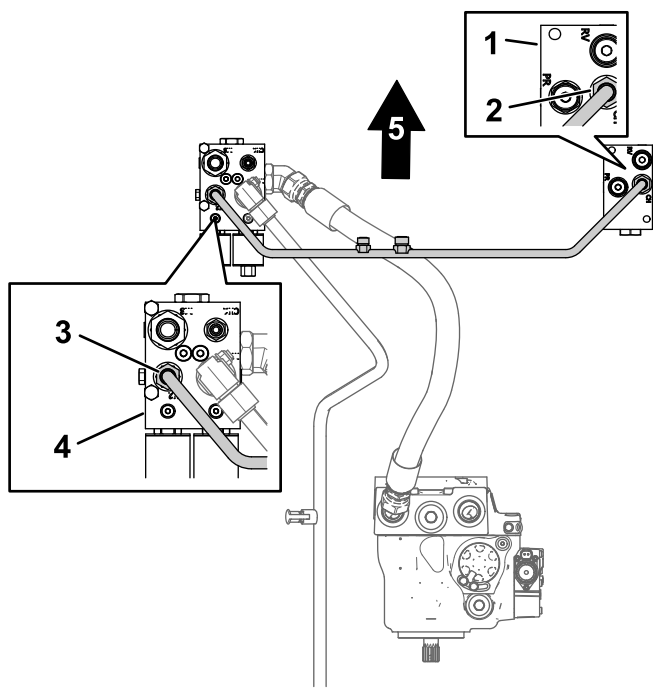

図 9
2. クロスマニホルドチューブのチューブナットを、後走行マニホルドのフィッティングとフローデバイダのマニホルドに合わせる図9。